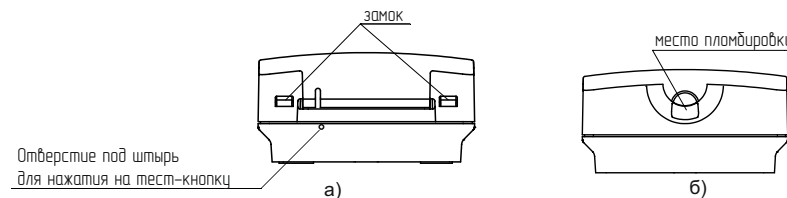

Рисунок 3
6.7 Для установки извещателя необходимо отсоединить корпус от основания, нажав отверткой на замки внизу корпуса (рисунок 3 а). Кнопка извещателя при этом должна быть в ненажатом положении.